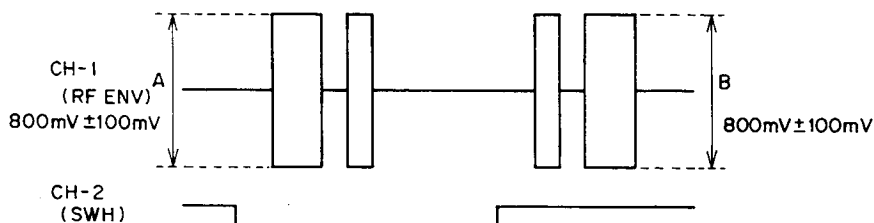

Fig. 4-7
- 3) . 図4-7 の様に、出力波形A、Bのレベルが 800 ± 100 mVになるように半固定抵抗 R505 を調整する。又、このときA、Bの出力差が大きく規格値に入らない場合は、大きい方のレベルを規格値に合わせる。